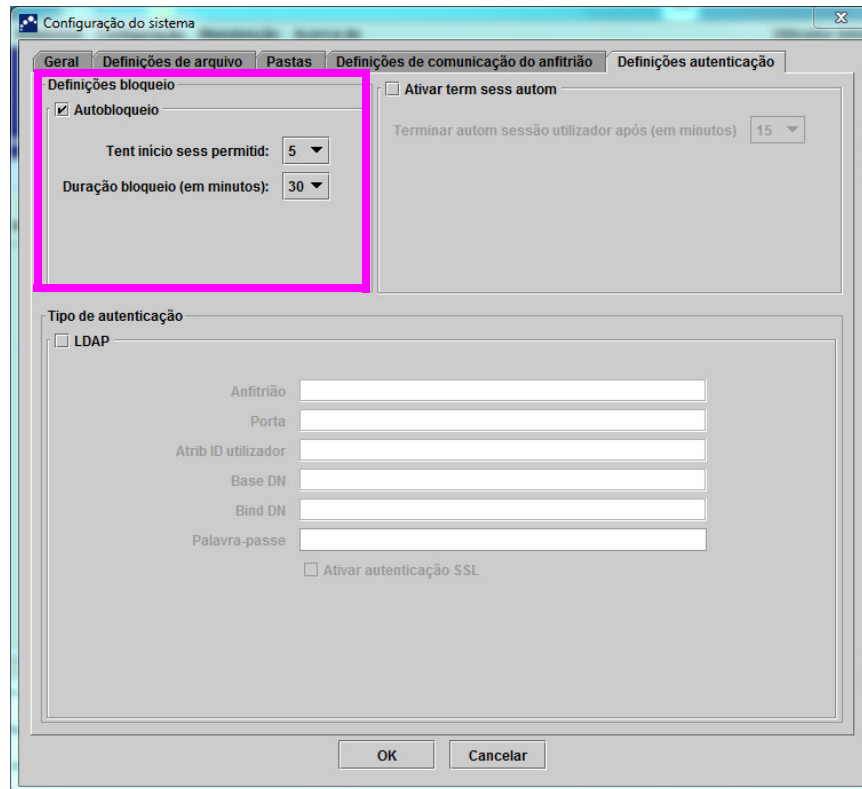

Figura 2-85. Definições de autenticação configuradas para o bloqueio automático
2. Clique no separador **Definições de autenticação**, o que faz aparecer as informações das Definições de autenticação. Ver figura 2-85.